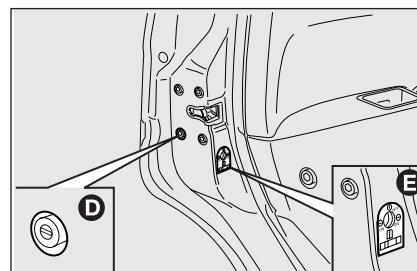

fig. 13
- inserimento dispositivo **D-fig. 13** blocco apertura dall'esterno delle porte anteriori e posteriori quando l'impianto elettrico risulta non funzionante (es. batteria scarica);